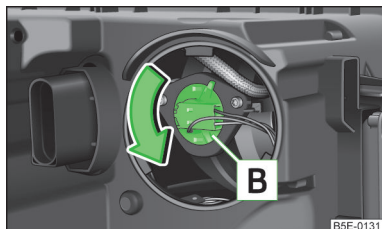

Fig. 215
- Rotiți soclul **B** » fig. 215 până la limită în sens antiorar și extrageți-l.